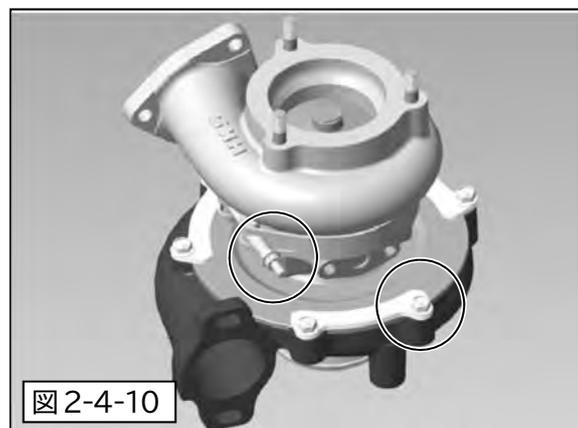

図 2-4-10
- (6) ターボチャージャー LH と RH を一度取外し、タービンハウジングを固定する 各 V バンドの 1/4UNF ナットを締め付けます。(LH・RH、各1ヶ所)(図 2-4-10)
- (7) ターボチャージャー LH と RH のコンプレッサーハウジング各クランプのM6ボルトを締め付けます。(LH・RH、各6ヶ所)(図 2-4-10)